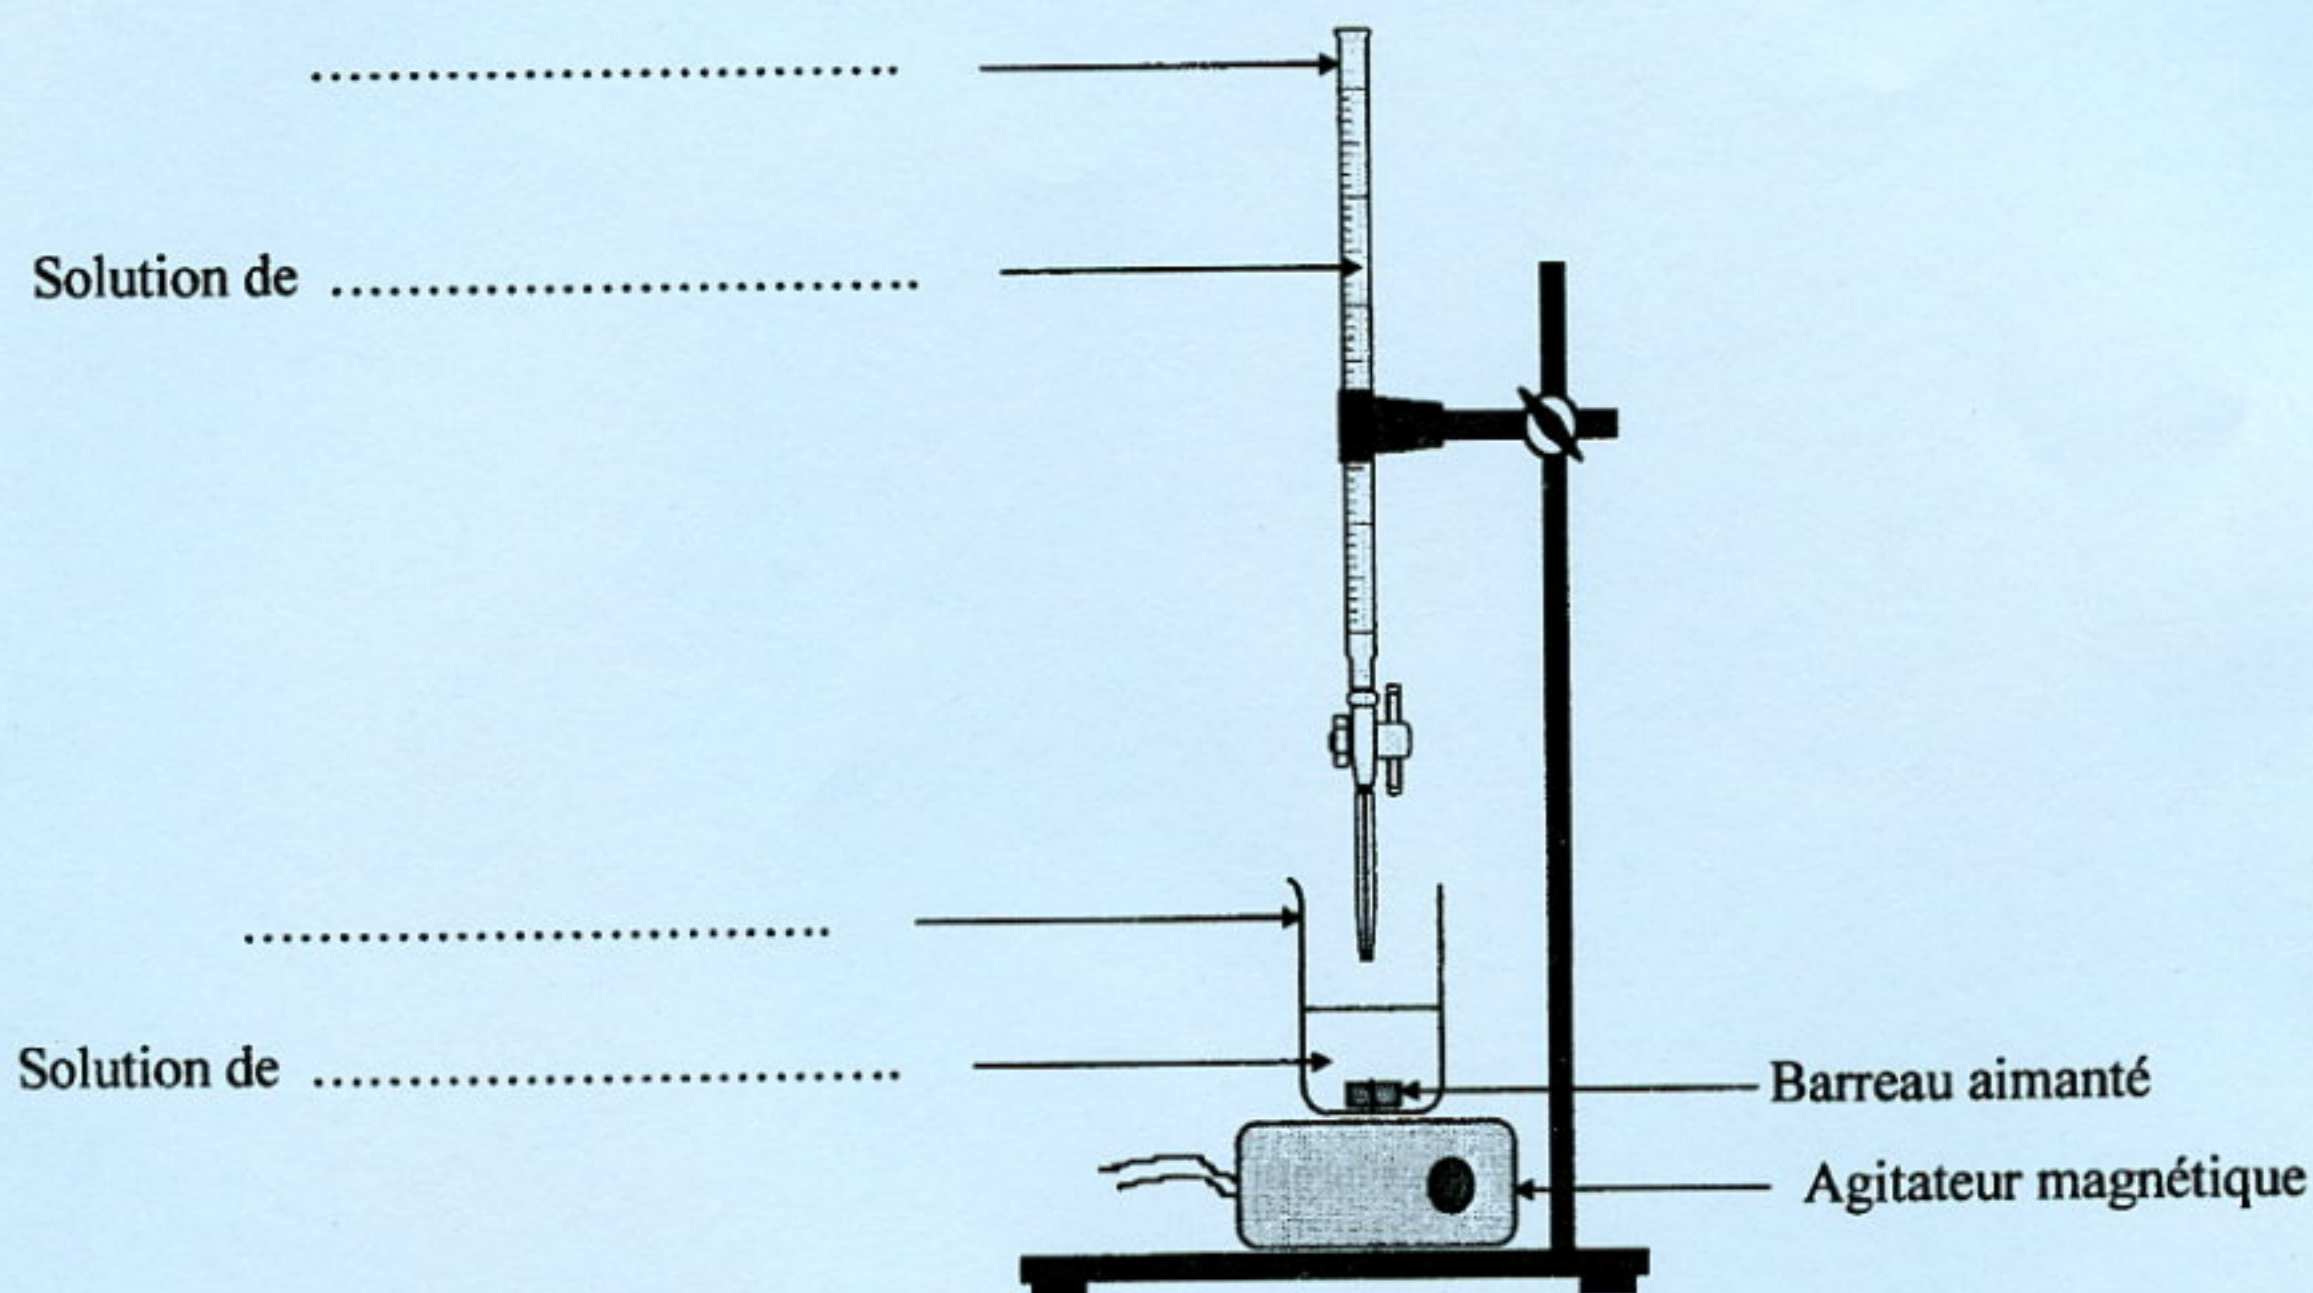

figure 1
Le dispositif expérimental utilisé dans ce dosage est schématisé sur la **figure 1 de la page 5/6 (à rendre avec la copie)**.
- 1- Compléter l'annotation de la **figure 1 de la page 5/6**.